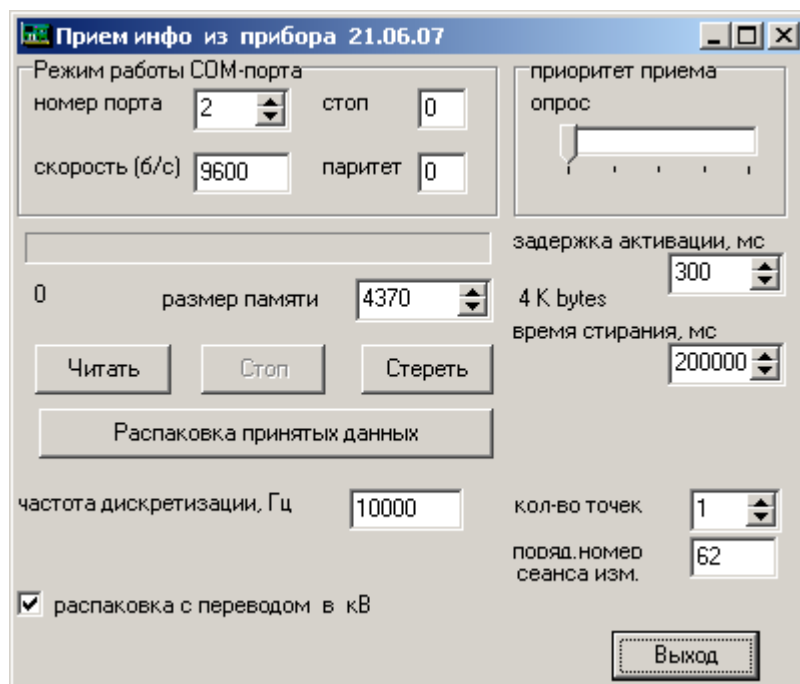

Рисунок 8 – Внешний вид окна приема данных
8.3.2 В открывшемся окне (см. рисунок 8) установить количество записанных точек и объем считываемой памяти согласно таблице 2: